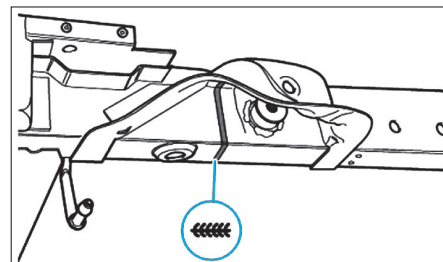

FIG. 72
- Immobiliser la section de longeron sur la tête de redressement (Fig.72).